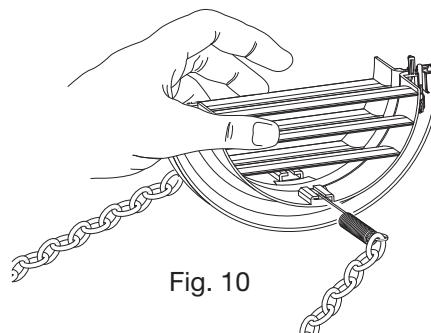

Fig. 10
- Dobre as grelhas externas para trás, segurando-as com a mão livre onde elas dobram e insira os dedos dentro das barbatanas individuais. (Fig. 10)